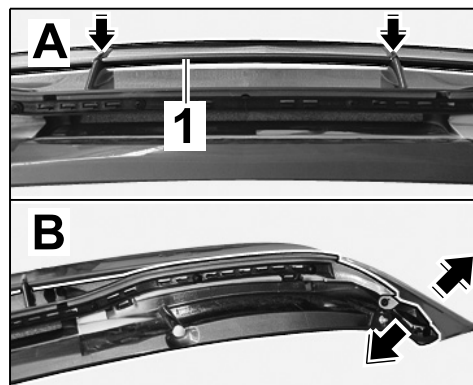

Рис. 25
- 9.7.1 Установить верхнюю часть заднего спойлера ⇒ *Рис. 25 -1-* на установочные штифты ⇒ *Рис. 25 -А-*, при этом держать верхнюю часть заднего спойлера и нижнюю часть заднего спойлера сбоку (область клея-герметика) на расстоянии друг от друга ⇒ *Рис. 25 -В-*.